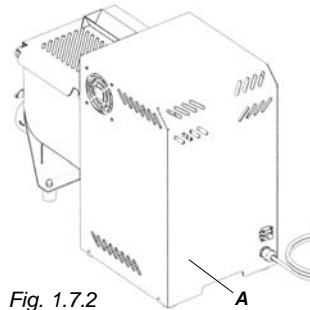

Fig. 1.7.2
1.7.1 - Warning plates (fig. 1.7.2)